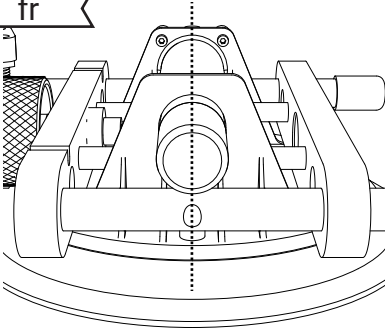

fig. 1
4. Sur chaque unité, tournez le rouleau moleté pour centrer le cylindre de la poignée avec l'encoche d'alignement. (voir fig. 1)